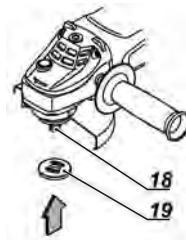

Fig. 4 – Montaje de accesorio en la máquina
- 2 - Coloque la brida (19) en el eje (18) Fig. 4;